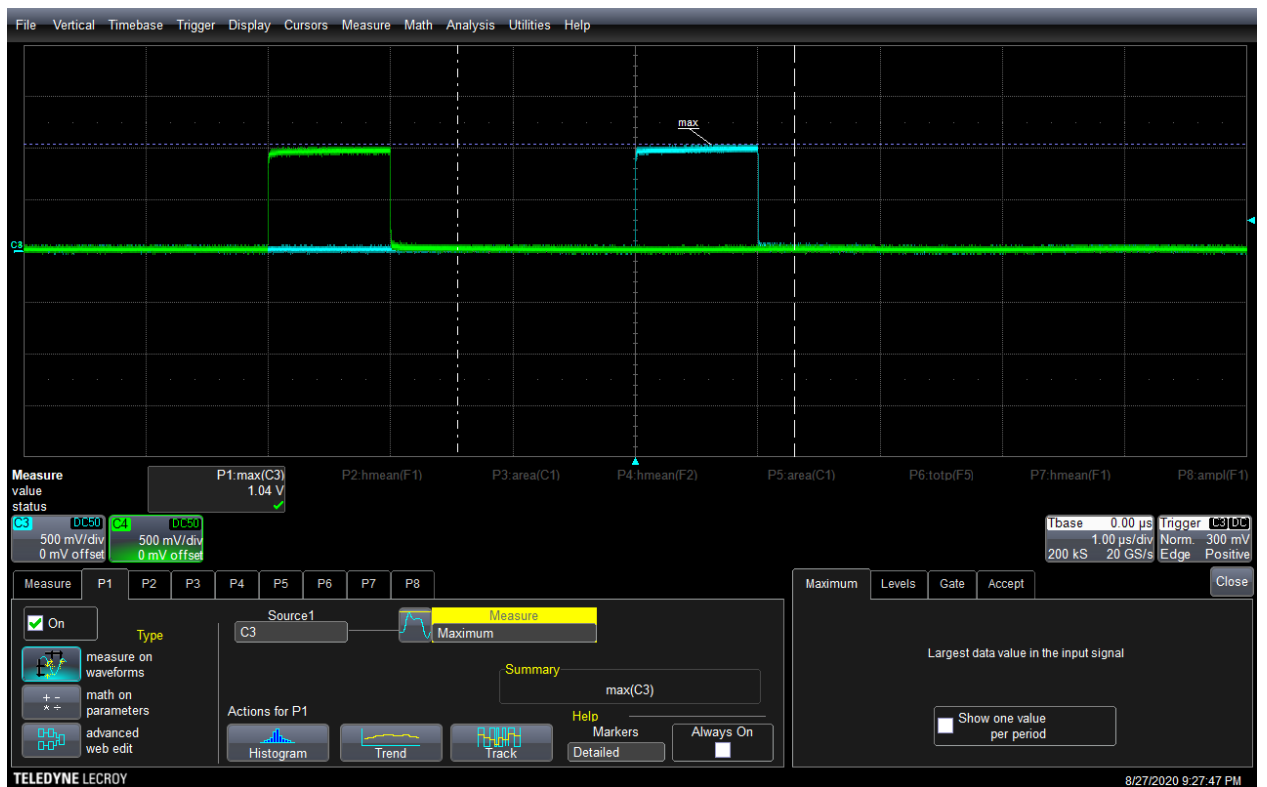

Рис. 11. Работа с осциллографом
4.4. Под окном с осциллограммами должно появиться окошко с меняющимся значением параметра P1 (Рис. 11).